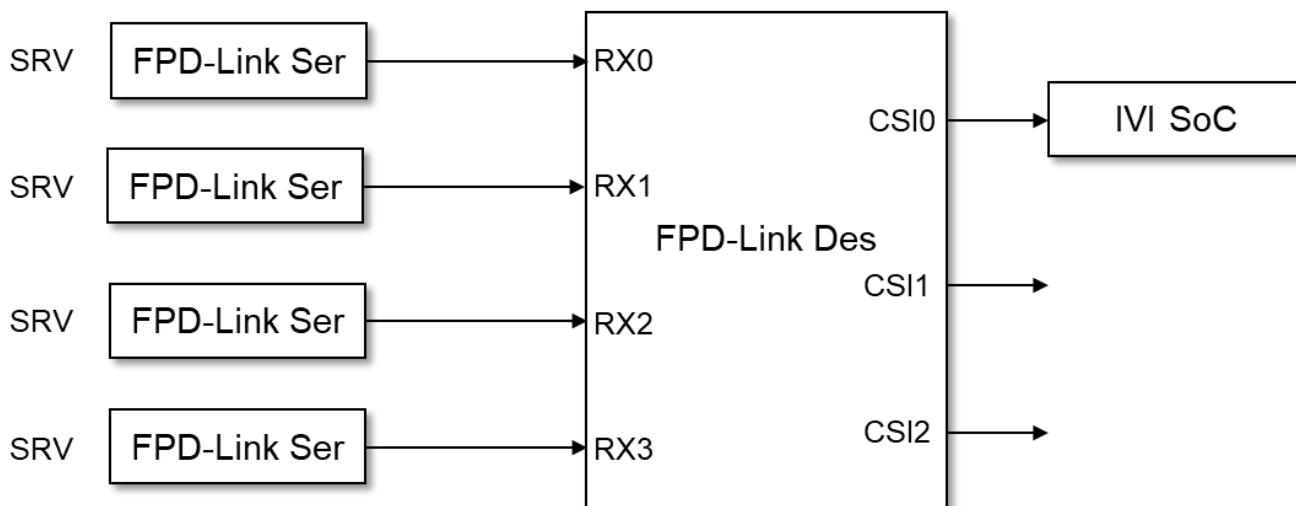
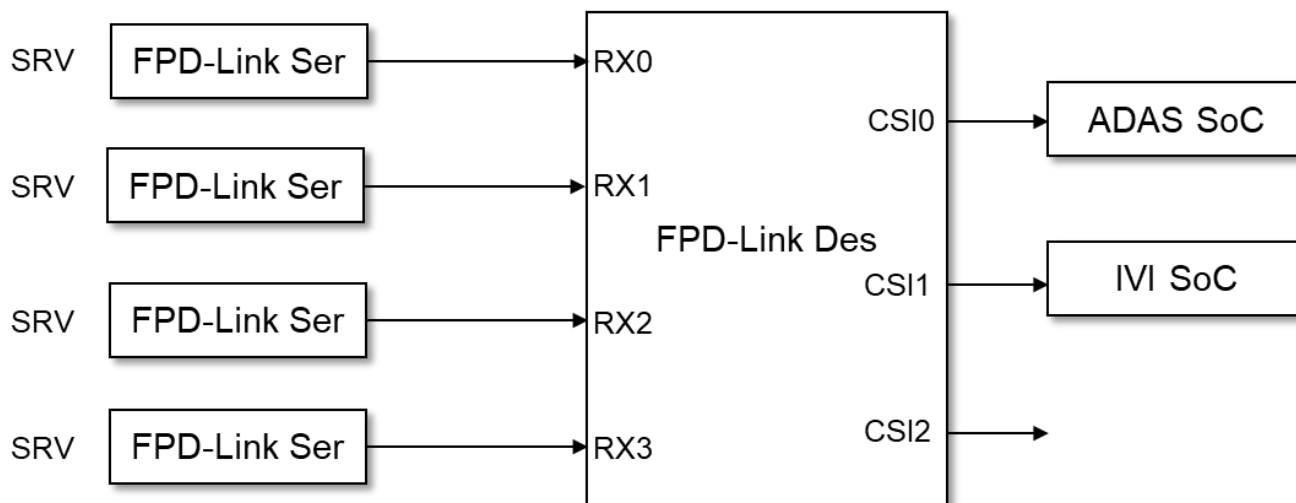

图 2-1. FPD-Link 串化解串器 (SERDES) 传输示意图
图 2-3. 车载 360 环视系统单级 SERDES 传输典型框图
如 图 2-1 所示，车载 360 环视系统通常由前后左右四路环视摄像头经过一级 SERDES 传输至车载娱乐系统（IVI）构成，IVI SoC 将多个摄像头图像进行拼接以及图像优化。当汽车搭载 ADAS 应用时，环视摄像头数据既需要传输至 IVI 系统实现全景应用，也需要传输至 ADAS 系统实现辅助泊车。根据 ADAS SoC 与 IVI SoC 是否为单板系统，当前车载 360 环视系统主要分为以下两类：
2. 当 ADAS 与 IVI 系统为单板系统（舱驾一体方案）时，环视摄像头数据通过解串器不同 CSI 输出端口分别输出至 ADAS 与 IVI 不同 SoC，如 图 2-3 所示。
对于 图 2-1 和 图 2-3 应用场景，由于 IVI SoC 可通过本地访问环视 Des 得知具体哪路环视摄像头工作异常，从而能将损坏摄像头填补为黑色数据，解决方案相对简单，如 图 3-2 流程图所示。